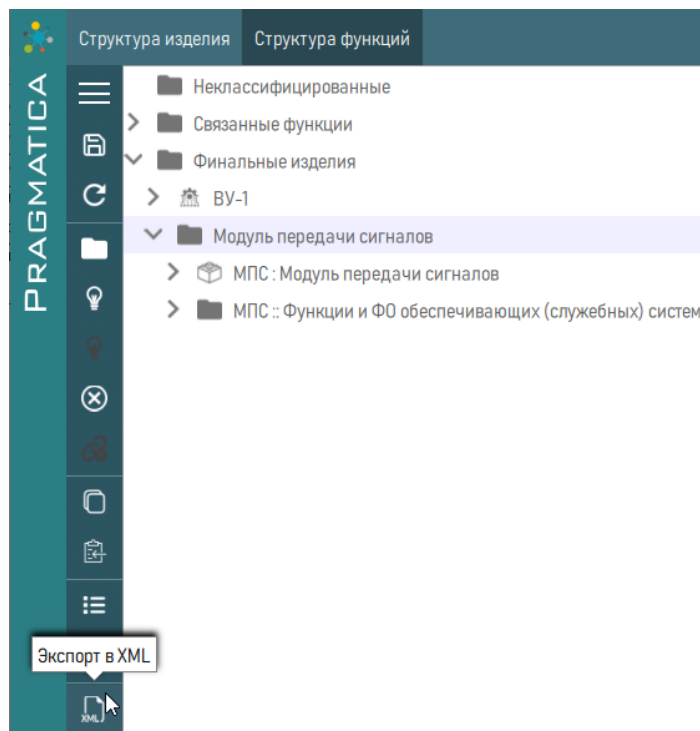

Рисунок 182 – Выбрать объекты структуры или папки для сохранения в файл XML
1) В рабочем окне модуля выбрать функции или папки, в которых они размещены (рисунок 182).